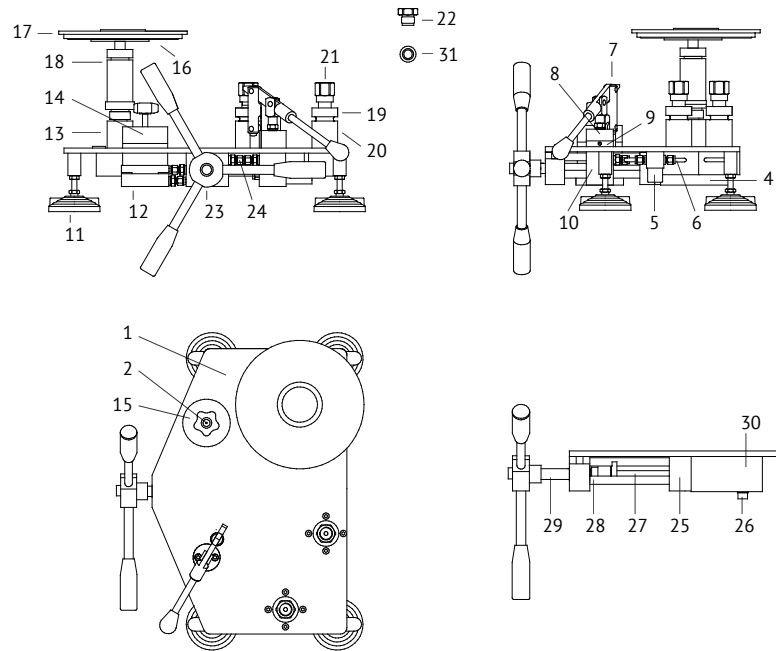
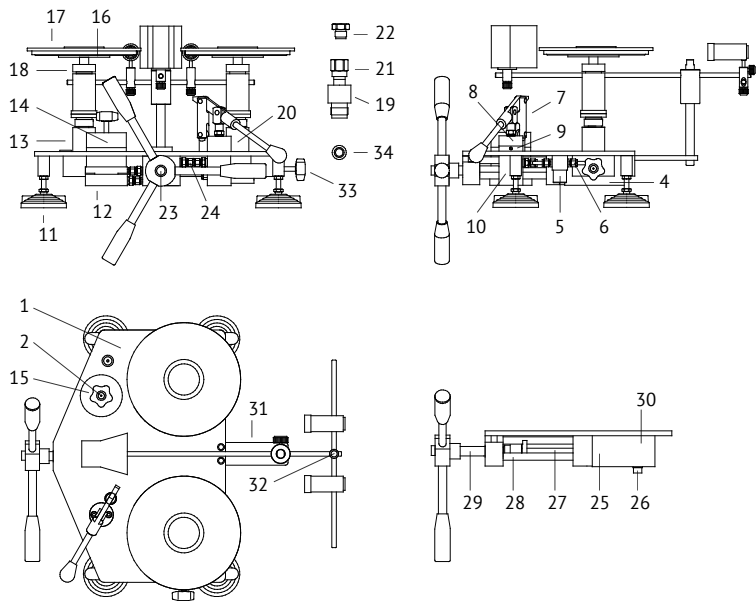
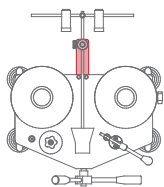

Рис. 1. МП-6 в обычном исполнении:
Рис. 3. МП-6 специсполнение:
Рис. 4 – стр.9
Внешний вид манометров грузопоршневых моделей МП-6, МП-60, МП-100, МП-250, МП-400, МП-600 в обычном и специализированном исполнении показан на рис. 1—4.
плиты 1 (рис. 1—4) снабженной четырьмя регулируемы-ми опорами 11. Узел основного штока состоит из направляющей втулки 25, основного штока 27, винта слива жидкости 26, шпилек 28, винта 29 и основного блока 30. Ручной насос 7 выполнен в виде отдельного узла и состоит из корпуса 10, направляющей втулки 8, уплотнительной шайбы 9 и системы рычагов. Ручной насос соединен с гидравлической системой манометра грузопоршневого с помощью трубок. С левой стороны расположен стакан 14 для рабочей жидкости и вентиль сброса давления 2. ИПС устанавливается на левую стойку (стойка ИПС), а поверяемые СИ устанавливаются либо на регулируемую стойку 20 (рис. 3, 4) непосредственно или через переходник 19 (на приборах в специали-
1—основание; 2—вентиль сброса давления; 3—уровень ↑ (рис. 1),
1—основание; 2—вентиль сброса давления; 3—уровень ↑ (рис. 3), зеркало → (рис. 4); 4—узел основного штока; 5—фильтр; 6—соединительная трубка; 7—ручной насос; 8—направляющая втулка ручного насоса; 9—уплотнительная шайба ручного насоса; 10—корпус ручного насоса; 11—регулируемая опора; 12—основание стакана; 13—стойка ИПС; 14—стакан; 15—крышка стакана; 16—грузоприёмная тарелка; 17—груз; 18—ИПС;
21. Установите *основание 31* (рис. 4) устройства для наблюдения за положением поршня (поршней) на основании манометра грузопоршневого.